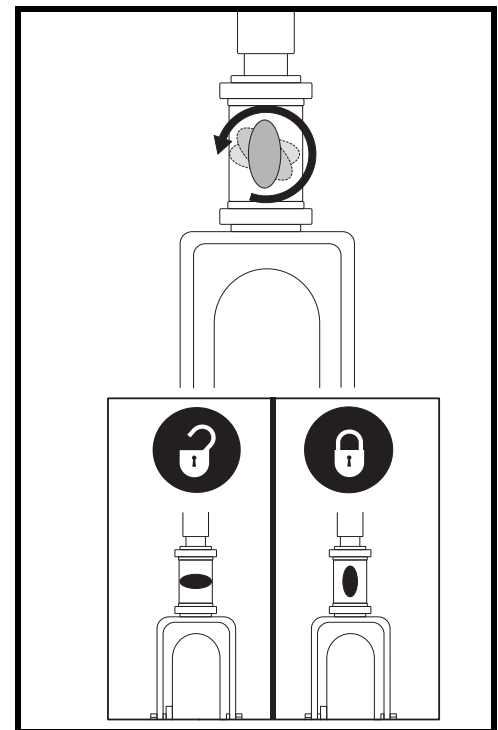

Abb. 22. Lenkersicherungshebel (Für modell 104)
1. Schlüssel aus dem Schlüsselschalter entfernen. *Für modell 104*, Justieren Sie den Lenker in eine gerade Position, indem Sie den Lenkersicherungshebel eindrücken und gleichzeitig 90° im Uhrzeigersinn drehen. **Siehe Abb. 22.** Das Vorderrad muß nach vorne gerichtet sein, um den Lenker festzustellen.